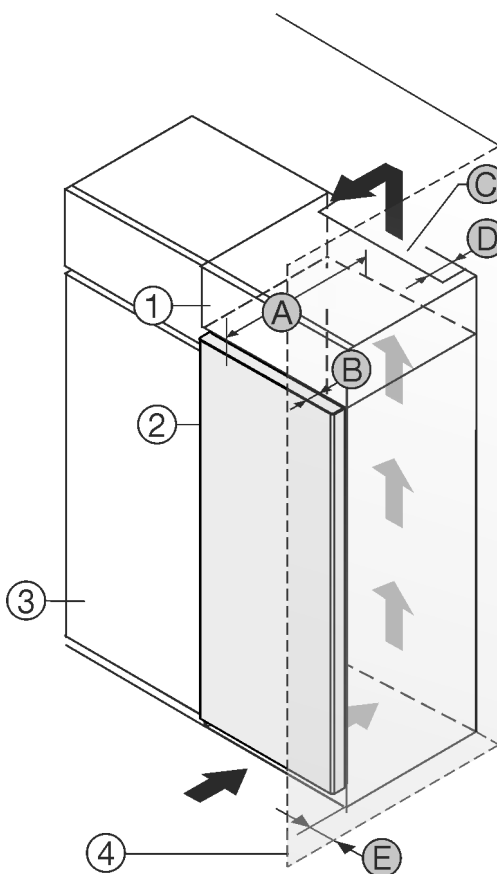

Fig. 1
Puede colocar el electrodoméstico junto al armario de cocina *Fig. 1 (3)*.\*
En la parte posterior del armario superior debe estar disponible un pozo de ventilación con la profundidad *Fig. 1 (D)* sobre la totalidad del ancho de armario superior.\*
Debajo del techo debe respetarse la sección transversal de ventilación *Fig. 1 (C)*.\*
Si el electrodoméstico se instala con las bisagras al lado de una pared *Fig. 1 (4)*, la separación entre el mismo y la pared debe ser de por lo menos 13 mm.\*
Si el electrodoméstico se instala con las bisagras al lado de una pared *Fig. 1 (4)*, la separación entre el mismo y la pared debe ser de por lo menos 20 mm.\*
A fin de poder abrir completamente la puerta, el electrodoméstico debe sobresalir alrededor de la profundidad de la puerta *Fig. 1 (B)* en comparación con la parte frontal del armario de cocina. Dependiendo de la profundidad del armario de cocina *Fig. 1 (3)* y el empleo de separadores de pared el aparato puede sobresalir aún más.\*